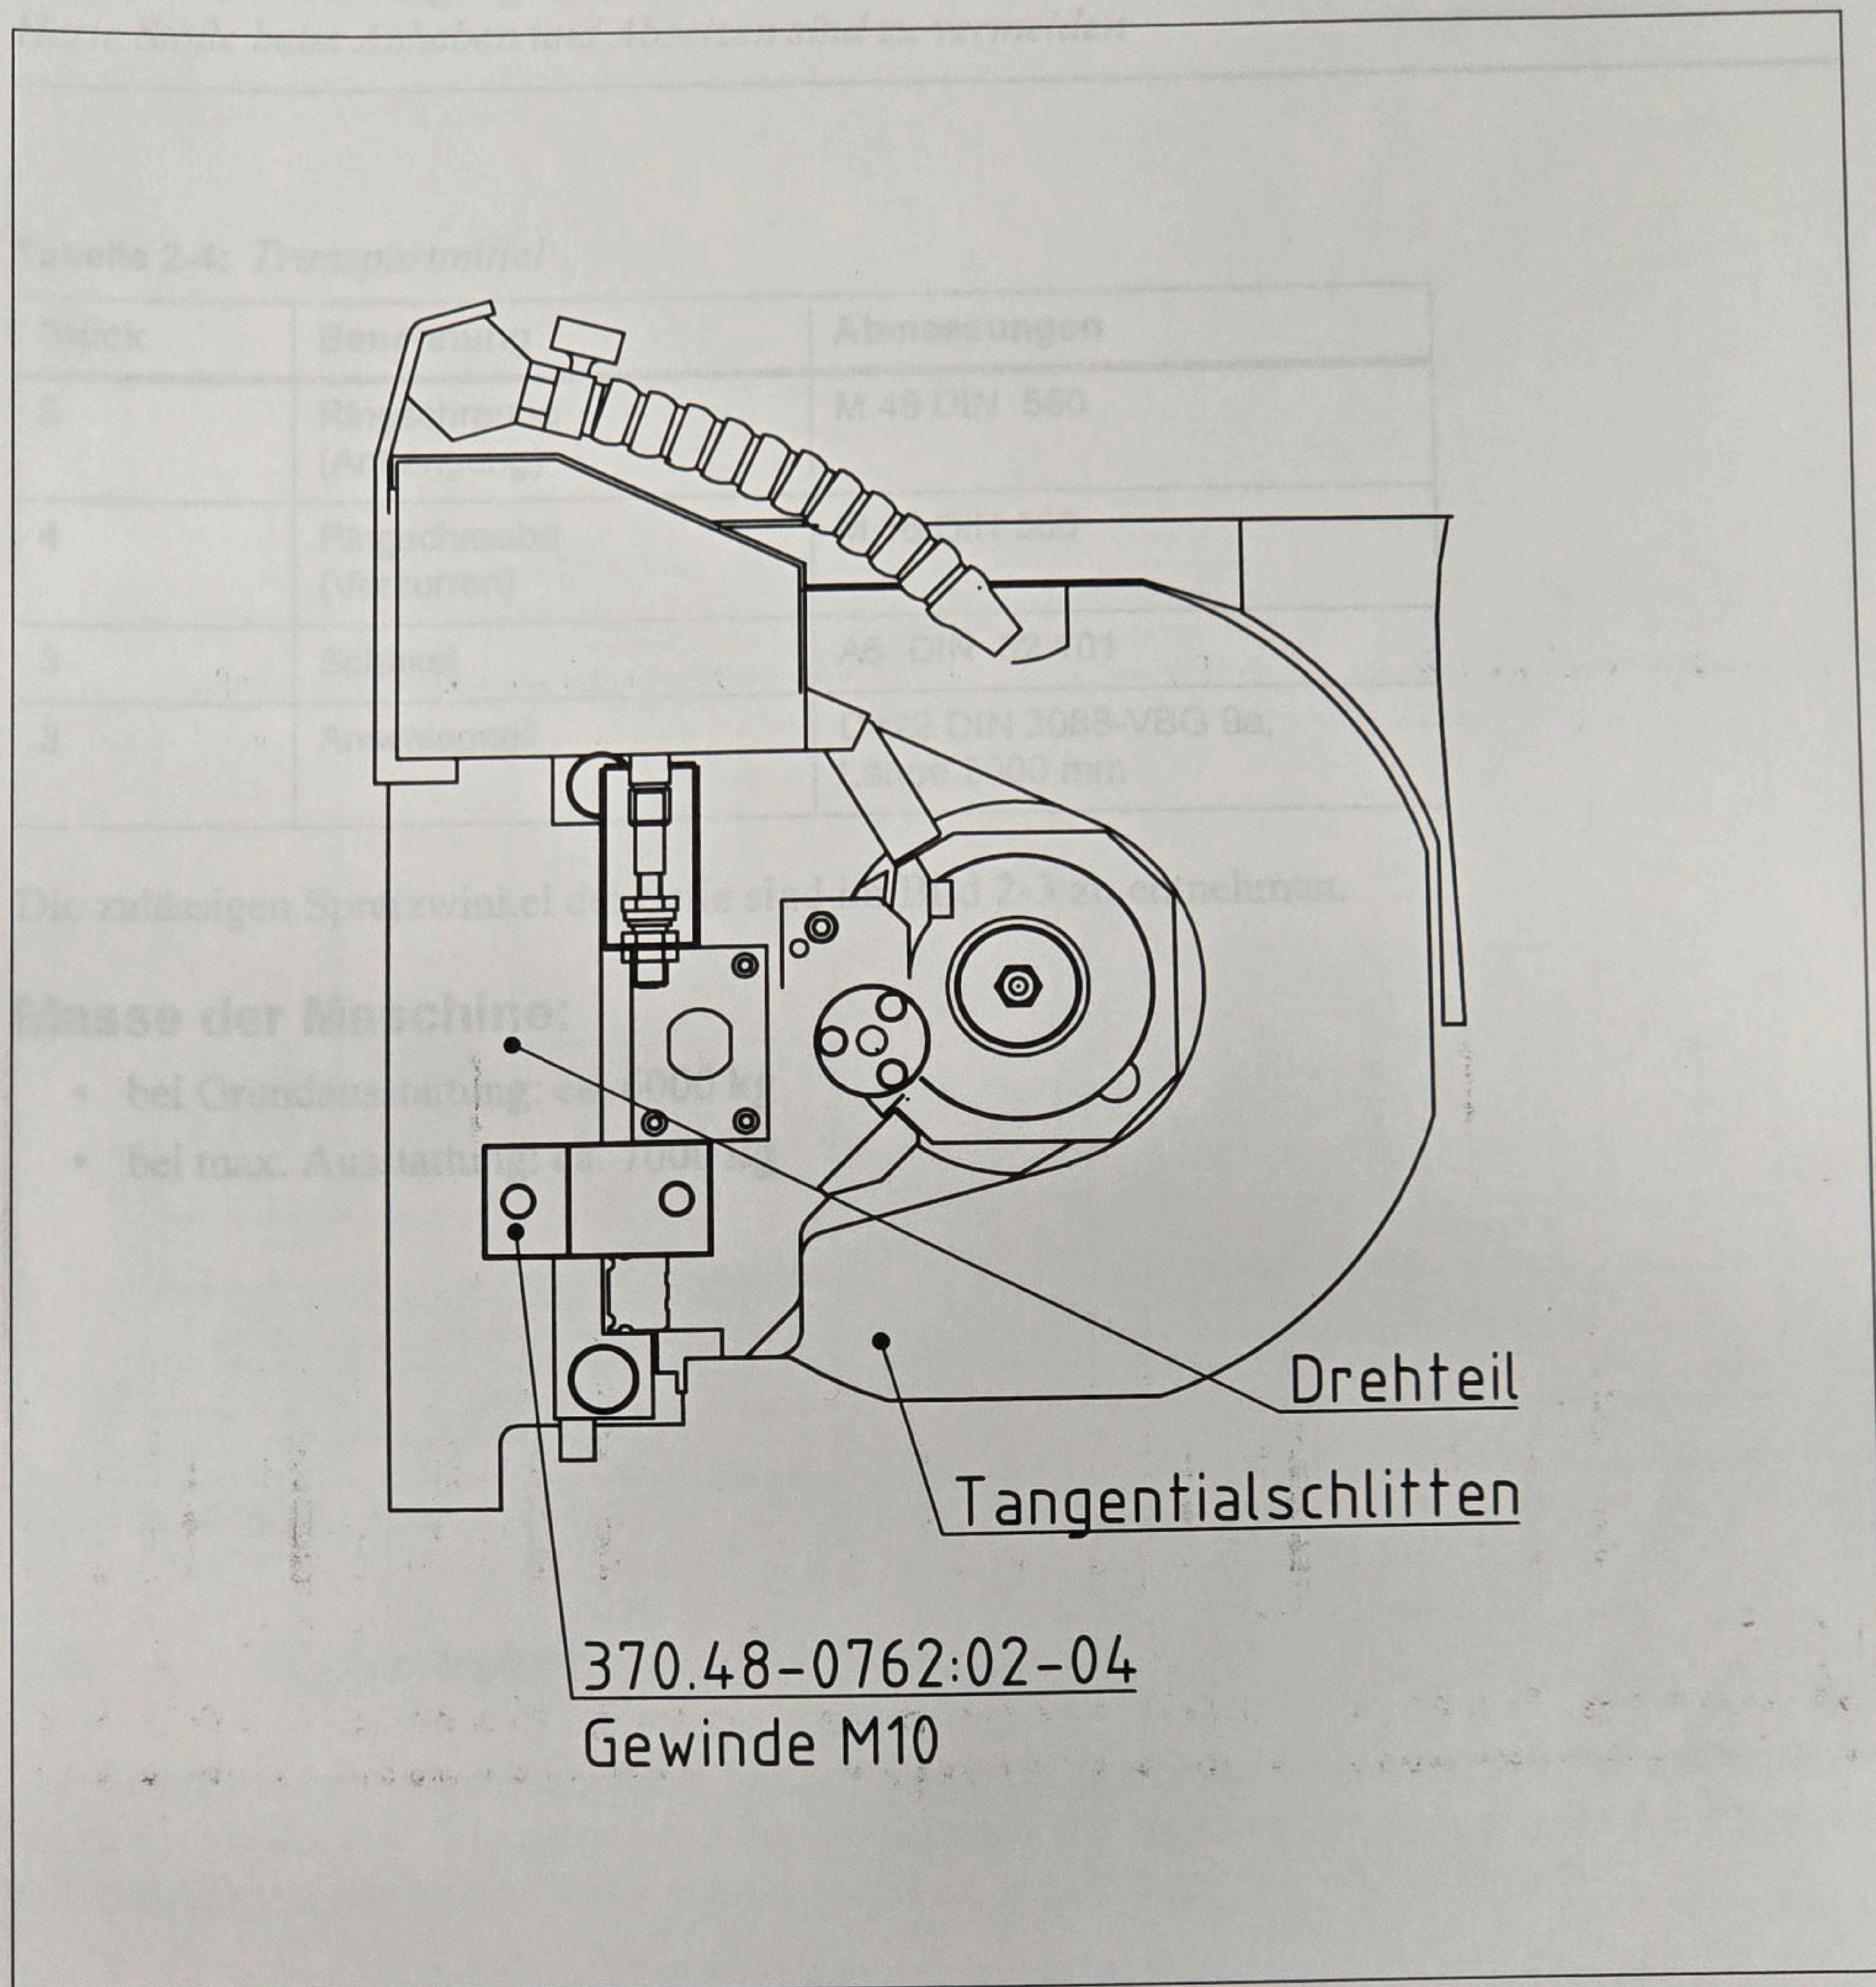

Bild 2-2: Transportsicherung des Tangentialschlittens
- Tangentialschlitten mittels **Transportsicherung** 370.48-0762:02-04 am Drehteil arretieren (Bild 2-2)
Der Tangentialschlitten ist gegenüber dem Drehteil mittels 2x Schraube M10 gemäß Bild 2-2 zu arretieren.